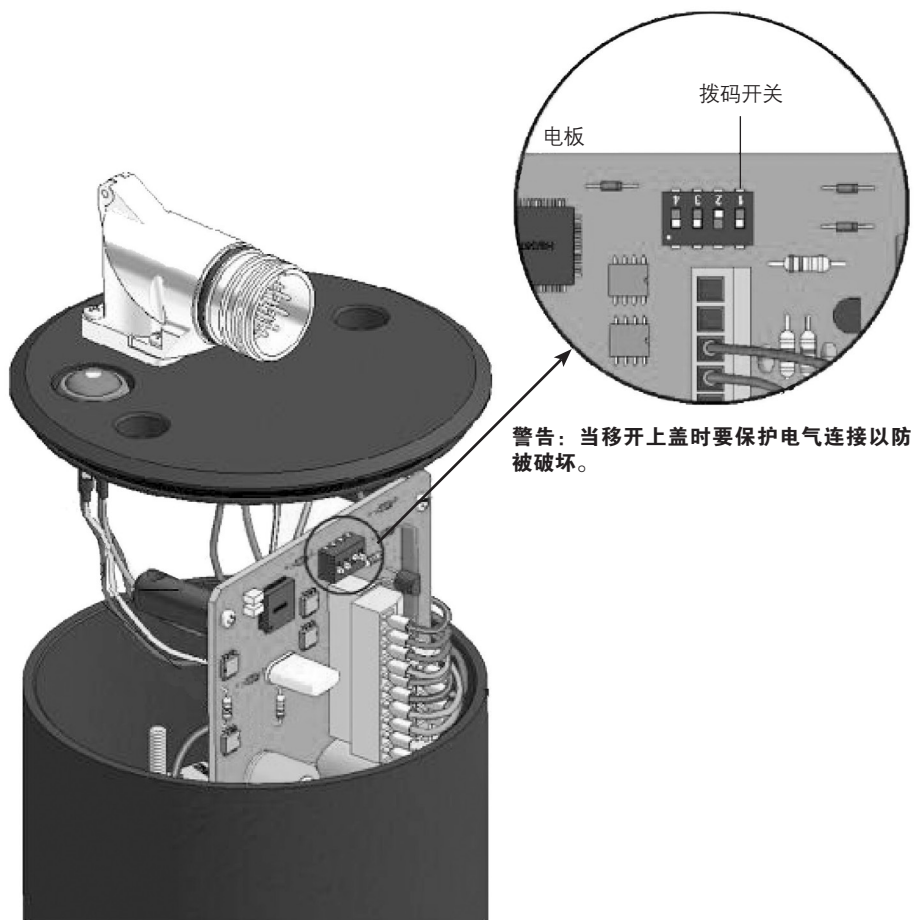

图 14
- 小心地从两个螺纹支撑抬起电板，以便操作拨码开关（见图14）
- 注：开关1和2不用更改。重新设置3和4，达到要求。（见图14）